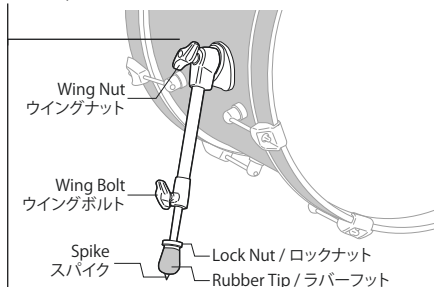

Fig.14
6. Position the Bass Drum upright and set the Bass Drum Spurs as shown with the front of the drum about an inch off the floor (Fig.14). The Bass Drum Spurs have spike tips for slip resistance. To use these turn the Lock Nut and Rubber Tip clockwise to expose the spike. Adjust as needed for floor surface (Fig. 14).
バスドラムを横向きに置き、バスドラムスパーのウイングナットを調整可能になるまで緩めて、Fig.14のような角度にしたら、再びウイングナットを固定します。両側のスパー先端のウイングボルトを緩め、前面のフープが約25mm床から浮く位置で両側のハンドルを固定します。先端のロックナットを緩め、ラバーフットを回転させるとスパイクが出てきます。演奏中にバスドラムが動いてしまう場合、有効です。スパイクを使わない場合でも、ロックナットとラバーフットが動かないよう、両方を締めつけて固定してください (Fig.14)。